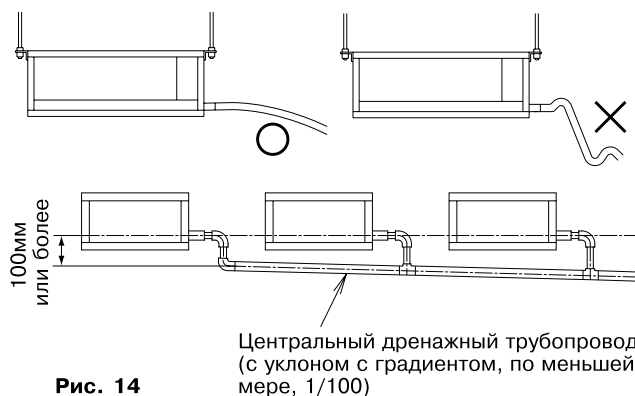

Рис. 14
- Во избежание образования воздушных пробок следите за тем, чтобы не превышалась допустимая длина дренажной трубы, и обеспечивался ее наклон вниз с градиентом не менее 1/100. **(См. рис. 14)**